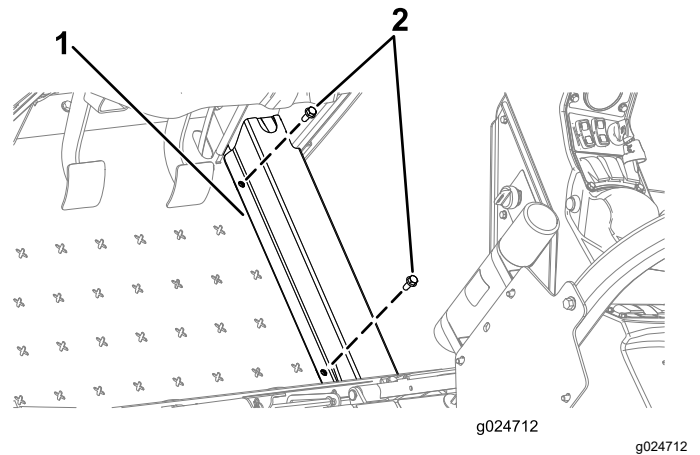

Figure 7
1. Retirez les 2 boulons qui fixent la protection du flexible sur la machine, et déposez la protection (Figure 7 et Figure 8).